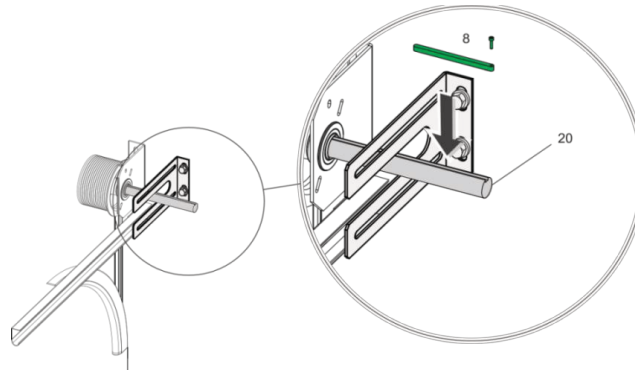
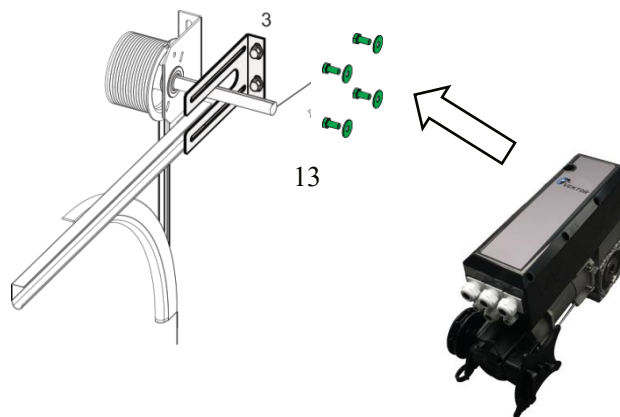

Fig. 2
Fig. 3
Installer la clé (8) dans la rainure de l'arbre d'entraînement de la porte de manière à le bloquer complètement ; voir fig. 2.
- Placer l'arbre d'entraînement de la motorisation de porte de manière adaptée à la position du dispositif anti-rotation (clé, position 8 dans la fig. 2). Pour cela, tourner la transmission en mode urgence.
Glisser la motorisation de porte sur l'arbre d'entraînement de la porte (20) ; voir fig. 2. Fixer la motorisation de porte avec les 4 vis et rondelles (13) ; voir fig. 3.